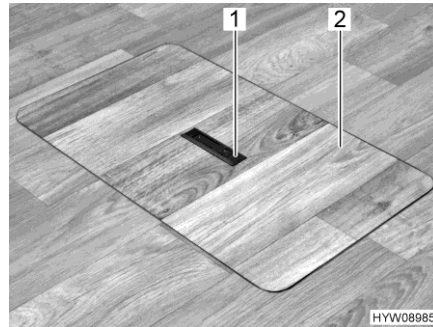
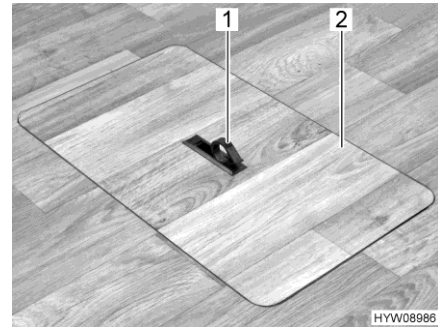

Bild 37 Service-Abdeckung (Griff versenkt)
Bild 38 Service-Abdeckung (Griff herausgeschwenkt)
- Auf einer Seite Griffplatte (Bild 37,1) nach unten drücken. Der Griff (Bild 38,1) schwenkt nach oben.
- Service-Abdeckung (Bild 38,2) nach oben abnehmen.
- Service-Abdeckung (Bild 38,2) in den Rahmen im Boden einsetzen.